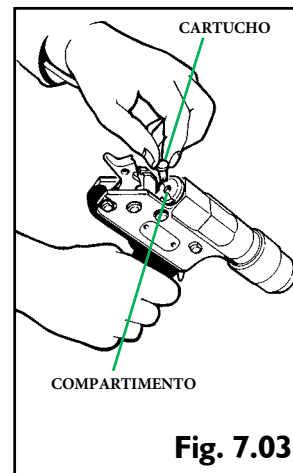

Fig. 7.03
- ▶ Pegue apenas um cartucho, e o coloque no compartimento, como mostrado na Fig. 7.03